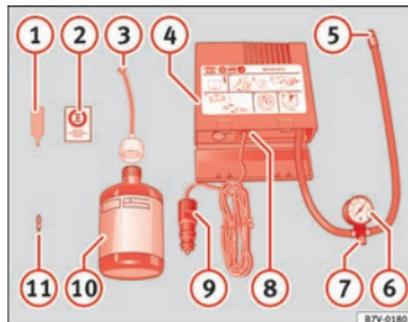

Fig. 84 Rappresentazione standard: contenuto del kit per la riparazione degli pneumatici.
Il kit per la riparazione degli pneumatici si trova nel sottofondo del bagagliaio. Include i seguenti componenti » **fig. 84**:
Riavvitare il tubo di gonfiaggio » **fig. 84** ⑤ e controllare la pressione con il manometro ⑥.